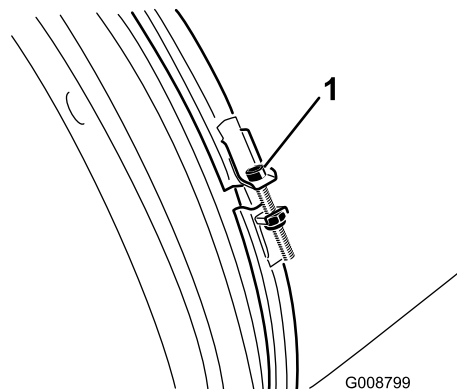

図 48
2. 吹き出し口のクランプに摩耗や破損の兆候がないか点検する 図 48。
3. 毎日、吹き出し口のクランプがゆるんでいないことを確認する 図 48。